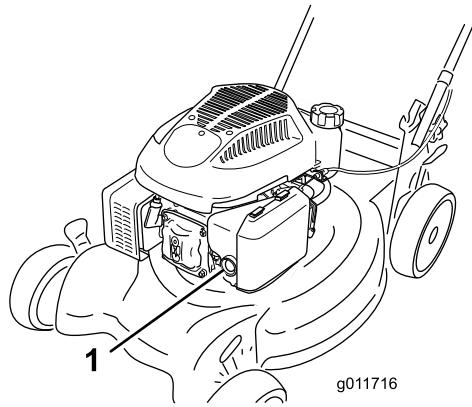

Рисунок 10
1. Резко нажмите 3 раза кнопку заливного насоса большим пальцем, каждый раз на секунду удерживая ее в нажатом состоянии перед отпуском (Рисунок 10).